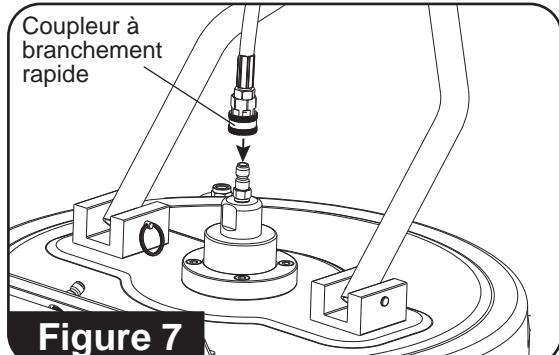

Figure 7
7. Fixez le coupleur à branchement rapide de l'autre extrémité du tuyau à la prise d'entrée (**consultez la figure 7**).